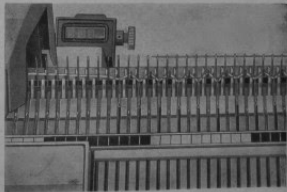

Рис. 23
- Длинную гребенку без замковой проволоки, в симметричном положении к центру фонтур, вставить снизу с ушками сквозь разрезной ряд (рис. 23).
проходит тогда позади гребенки от конца разрезного ряда к нитеводу (рис. 23)
- Придерживая гребенку левой рукой в верхнем положении, правой рукой засовывают замочную проволоку с правой стороны направлением влево в ушки гребенки (рис. 23).